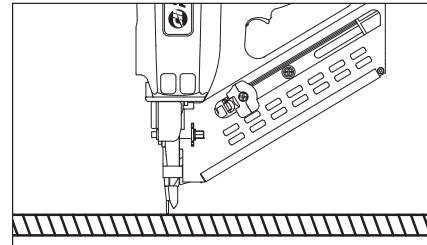

Figura 20
1. Coloque la herramienta donde se deba clavar el sujetador. NO tire del gatillo, ni siquiera sostenga la herramienta con el dedo en el gatillo hasta que se fije la posición sobre la pieza de trabajo (vea la Figura 20).